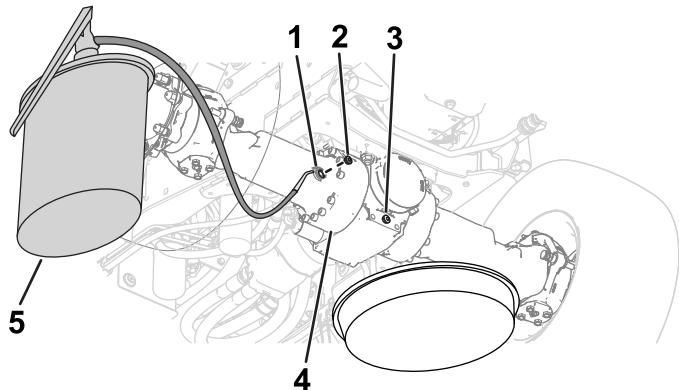
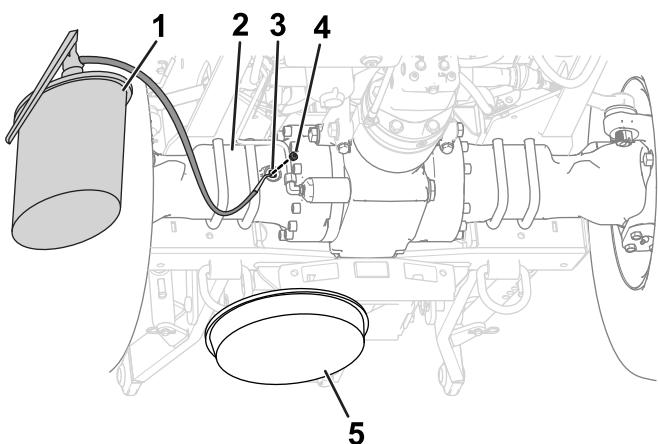

図 101
図 102
5. 目視点検ポートとドレンポートにそれぞれプラグを取り付ける図 101と図 102。
6. アクスルの目視点検ポートから、所定のオイルを入れる。ポートのねじ切り部までオイルを入れる図 101と図 102。
8. 目視点検ポートにプラグを取り付ける図 101と図 102。